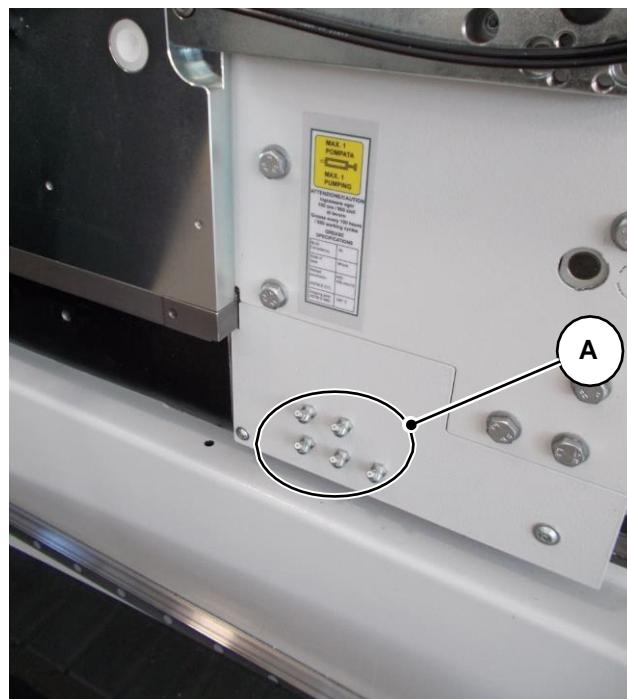

Fig. 09-04
- Aproximadamente **de 200 em 200 horas de trabalho**, lubrificar também os blocos de esferas-guia com os injectores "A" (Fig. 09-04) (n.º 5), utilizando a seringa fornecida.